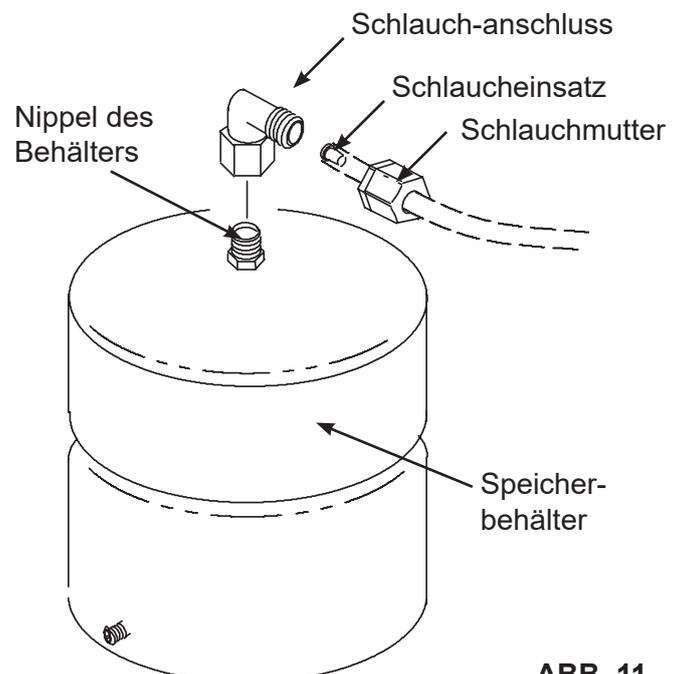

ABB. 11
1. Auf dem Gewinde des Nippels auf der Oberseite des Behälters Gewindedichtband anbringen (2 Lagen im Uhrzeigersinn wickeln). Siehe Abb. 11.
2. Das Schlauchanschluss-Fitting nehmen. Siehe Abb. 11. Das Fitting mit 7 bis 8 Umdrehungen auf dem Nippel festschrauben. Dabei darauf achten das Gewinde nicht zu beschädigen und auch nicht zu fest anzuziehen.